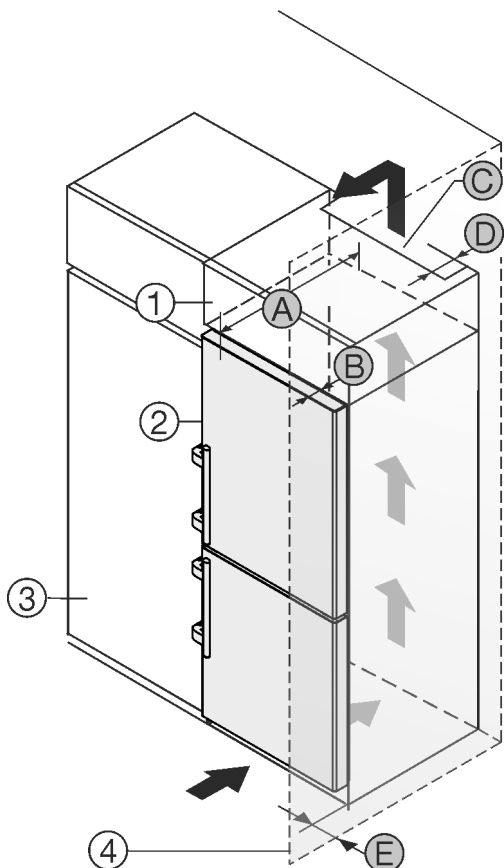

Fig. 26
Zariadenie môže byť zabudované medzi kuchynskými skriňami. Aby sa zariadenie Fig. 26 (2) prispôbilo výške kuchynskej linky, môže sa nad zariadením umiestniť nadstavná skrinka Fig. 26 (1).
Zariadenie môže byť zabudované priamo vedľa kuchynskej skrine Fig. 26 (3). Pre úplné otvorenie dverí musí zariadenie vyčnievať o hĺbku Fig. 26 (B) prednej časti kuchynskej skrine. V závislosti od hĺbky kuchynských skriň a použitia dištančných držiakov na stenu môže zariadenie prečnievať ešte viac.
- Na zadnej strane nadstavnej skrine musí byť vetracia šachta s hĺbkou Fig. 26 (D) cez celú šírku nadstavnej skrine.
- Pod stropom miestnosti sa musí dodržať prierez vetracieho otvoru Fig. 26 (C).
Ak je zariadenie umiestnené so závesmi vedľa steny Fig. 26 (4), musí sa medzi zariadením a stenou dodržať vzdialenosť Fig. 26 (E). To zodpovedá presahu držadla pri otvorených dverách.